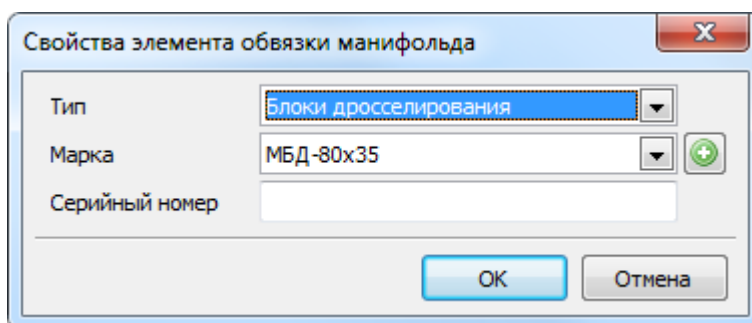

Рисунок 126. Добавление элемента обвязки манифольда ПВО
3. В появившемся диалоге, аналогичном диалогу при добавлении элемента обвязки манифольда ПВО (Рис. 126), отредактируйте необходимую информацию.